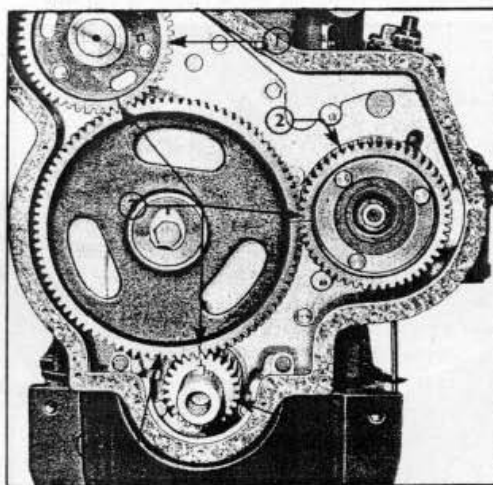

Fig. 9 = Repères des pignons de distribution
Le pignon de vilebrequin entraîne, par l'intermédiaire d'un pignon de renvoi, l'arbre à cames et la pompe de carburant. Pour faciliter le réglage, des repères sont portés, en cours de fabrication, sur chacun des pignons. Ces repères sont alignés lorsque le piston N° 1 se trouve au point mort haut (fig. 9).
1. Faire tourner le vilebrequin jusqu'au moment où les repères des pignons de distribution sont alignés (Fig.9).
2. Fixer le pignon de renvoi neuf sur l'ergot en tournant le cône central du pignon vers le bloc-cylindre et en alignant les repères des pignons. (Fig.9).
1. Faire tourner le vilebrequin jusqu'à ce que les repères soient alignés (Fig.9).
7. Remettre en place le pignon de renvoi, tout en faisant tourner l'arbre à cames de telle sorte que les repères de chacun des pignons de distributions soient alignés, comme le montre la Fig. 9.
1. Faire tourner le vilebrequin jusqu'à ce que les repères soient alignés comme le montre la Fig. 9.
5. Vérifier que les repères de tous les pignons sont en ligne, suivant Fig. 9.
1. Faire tourner le vilebrequin jusqu'à ce que tous les repères soient alignés (Fig. 9).